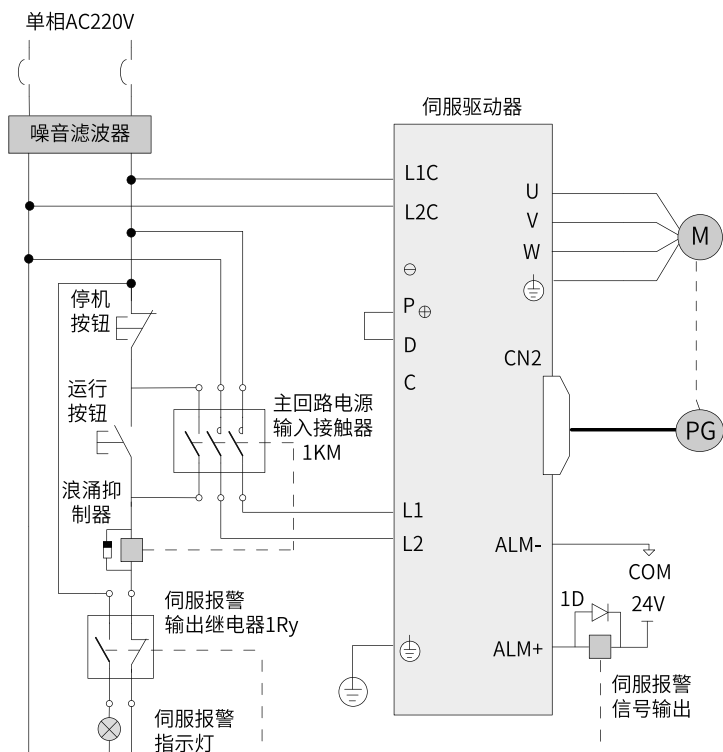
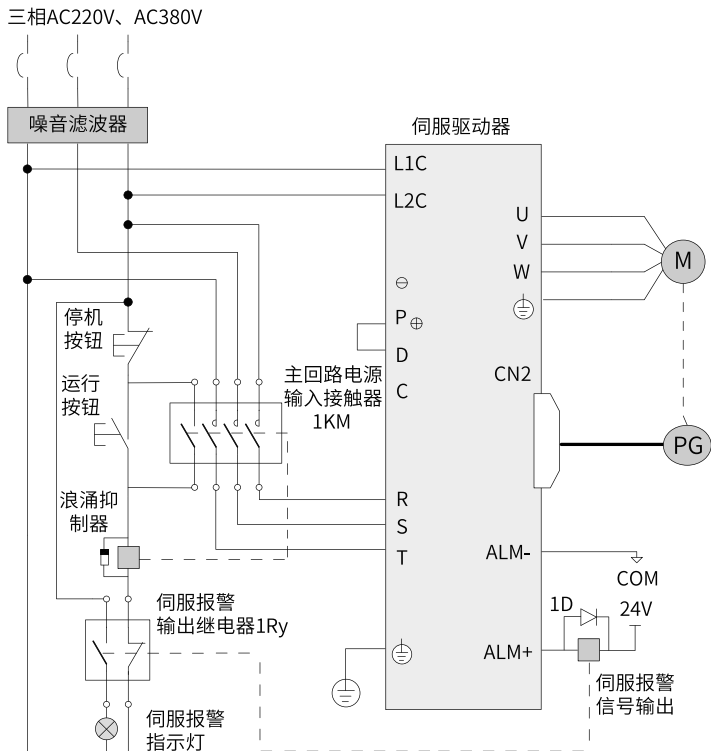

图4-6 单相220V主电路配线
图4-7 三相220V、380V主电路配线
- 请参考 第44页“图4-6”、第45页“图4-7”连接主电路电源，DO设置为警报输出功能(ALM+/-)，当伺服驱动器报警后可自动切断动力电源，同时报警灯亮。